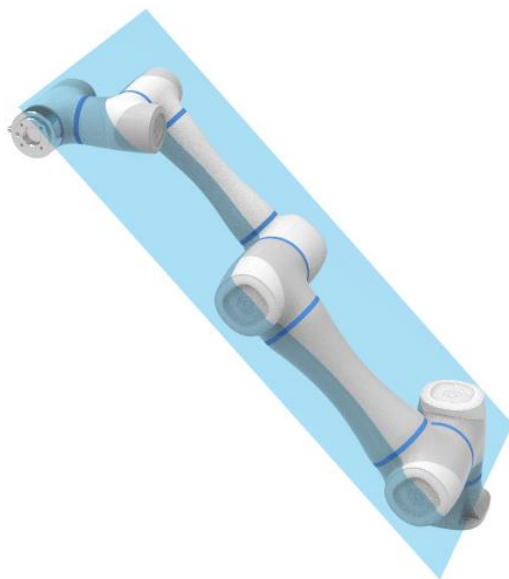

图 2.24 肘关节奇异
- 肘关节奇异位置：机械臂大臂和小臂在一条直线上时，导致奇异。如图 2.24所